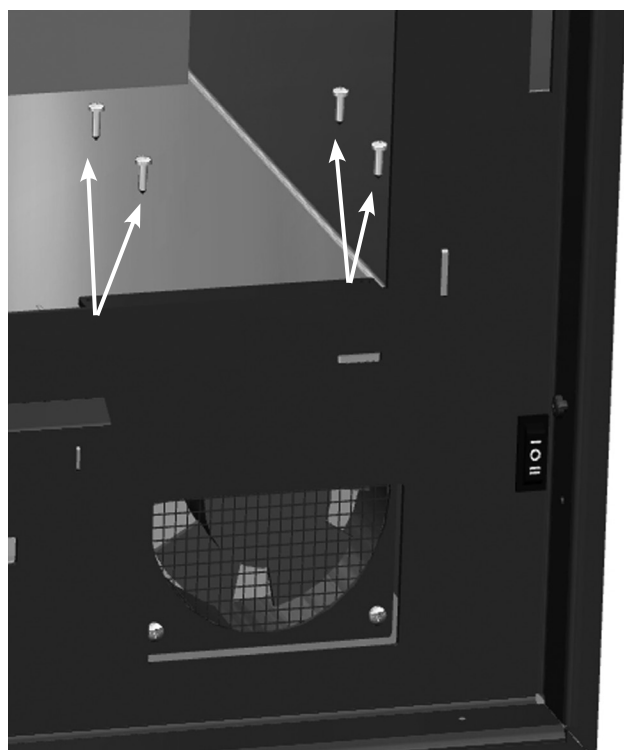
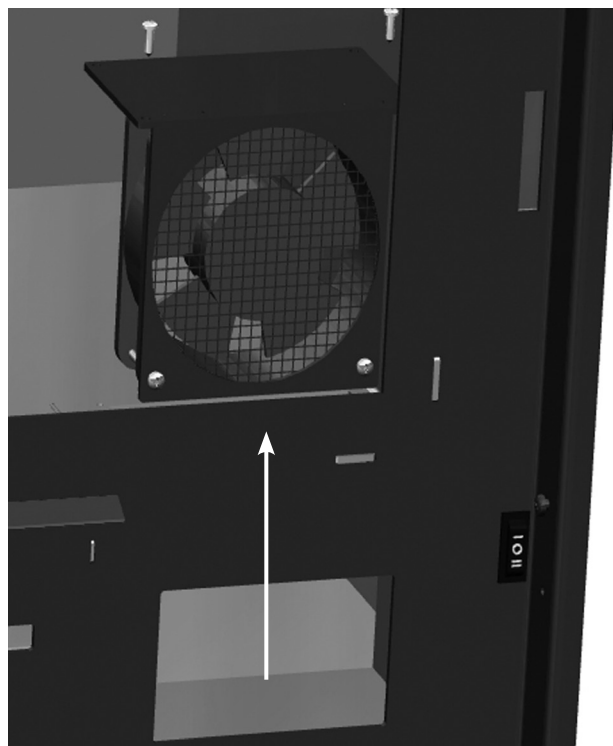

FIG. 2
FIG. 3
2. Desapertar os 4 parafusos superiores que sujeitam o conjunto ventilador e sacá-lo do seu alojamento puxando suavemente para cima (Fig. 2 e Fig. 3).